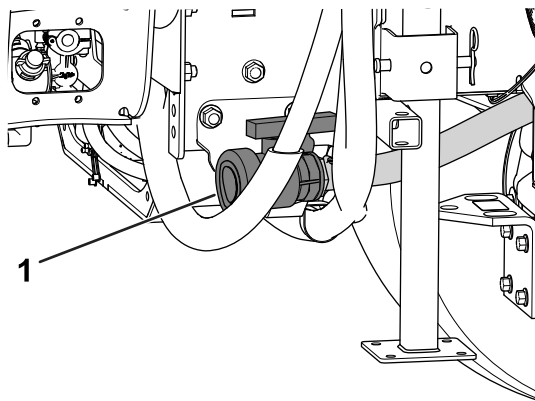

Рисунок 92
2. Найдите сливной кран с правой стороны машины (Рисунок 92).